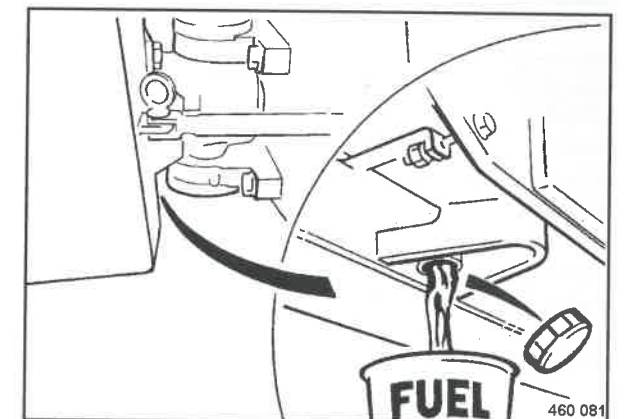

Fig. 123
- Svitare il coperchio a vite (Fig. 123) sotto al serbatoio del carburante e scaricare il carburante.